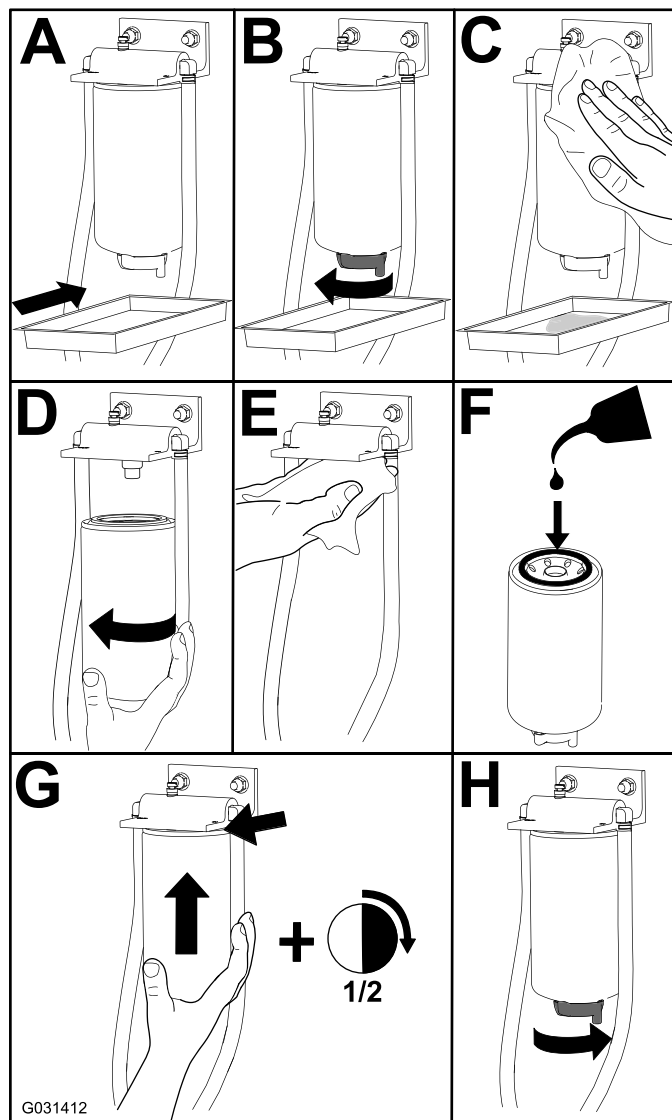

Figure 54
1. Remplacez le filtre comme montré à la Figure 54.